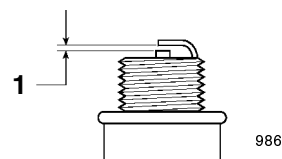

Figure 40
4. Réglez l'écartement des électrodes de la bougie neuve comme illustré à la Figure 40.